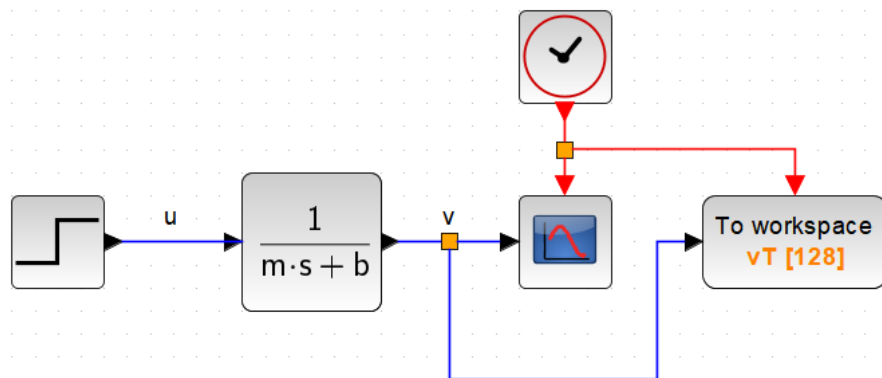

Figura 3: Diagrama de blocos do sistema do veículo por blocos de função de transferência.
1. Realize a simulação da função de transferência 5 utilizando o digrama feito no XCOS apresentado na Figura 3. Para isto, utilize o bloco